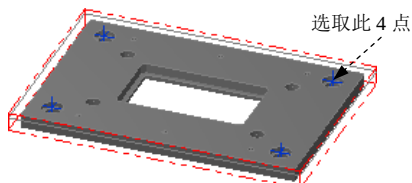

图 2.25 选取钻孔点
Step1. 选择下拉菜单 **刀具路径 (T)** → **全圆铣削路径 (L)** → **螺旋铣孔 (H)...** 命令，系统弹出“选取钻孔的点”对话框。
Step2. 设置加工区域。在图形区中选取图 2.25 所示的点，单击 按钮，完成加工点的设置，同时系统弹出“2D 刀具路径-螺旋铣孔”对话框。